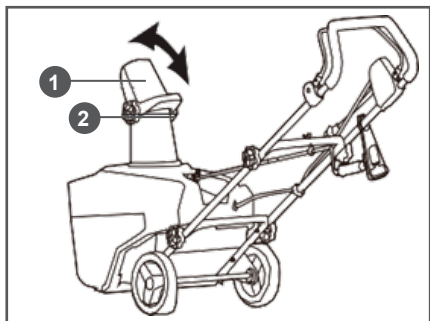

Рис. 11 Поворот дефлектора желоба выброса
2. Ослабьте барашковые гайки 2 и установите дефлектор желоба 1 на необходимую высоту (Рис. 11). Поднимайте и опускайте дефлектор желоба 1, чтобы подобрать подходящий для работы угол выброса.